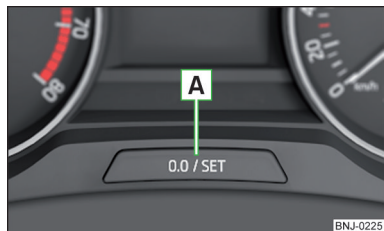

Fig. 33
- Apăsați tasta **A** » fig. 33 și mențineți-o apăsată, până când pe afișaj se afișează opțiunea de meniu **Service**.